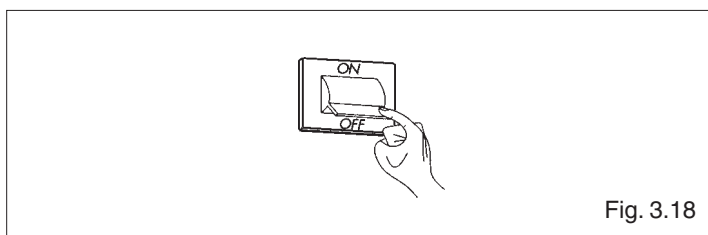

Fig. 3.18
- Antes de empezar el vaciado de la caldera hay que quitar la alimentación eléctrica de la misma poniendo el interruptor general de la instalación y el interruptor del panel de mandos en "apagado" (fig. 3.18)